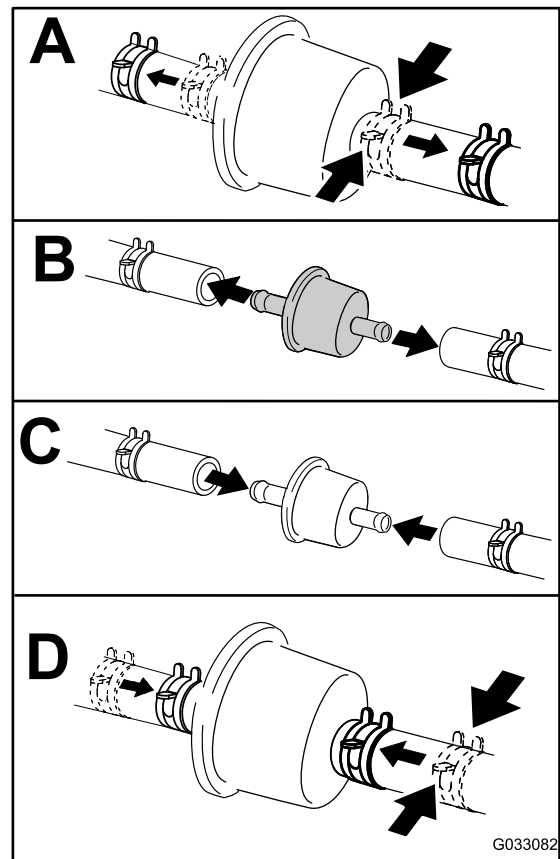

Bild 52
4. Tauschen Sie den Kraftstofffilter aus (**Bild 52**).